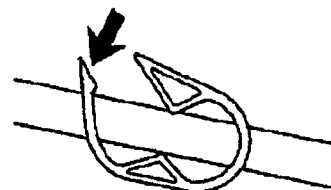

Figura 7: Abra la pinza
6. Abra todas las pinzas de compresión en la manta (figura 7).